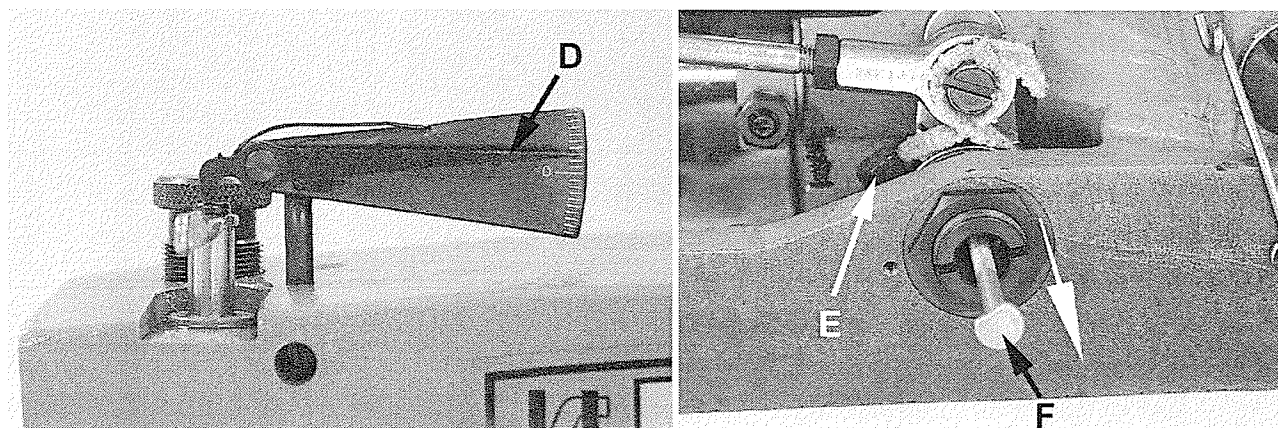

Fig 3A
Si el apuntador (D) en el indicador lee sobre "0" (Fig. 3A): afloje el tornillo (E) en el eje de accionamiento del looper y saque el tornillo (F), (22870A), ligeramente hacia el operador. Reajuste el tornillo (E) en el eje de accionamiento del looper y verifique la sincronización como se indicó arriba. Repita tantas veces como sea necesario hasta obtener la sincronización adecuada.